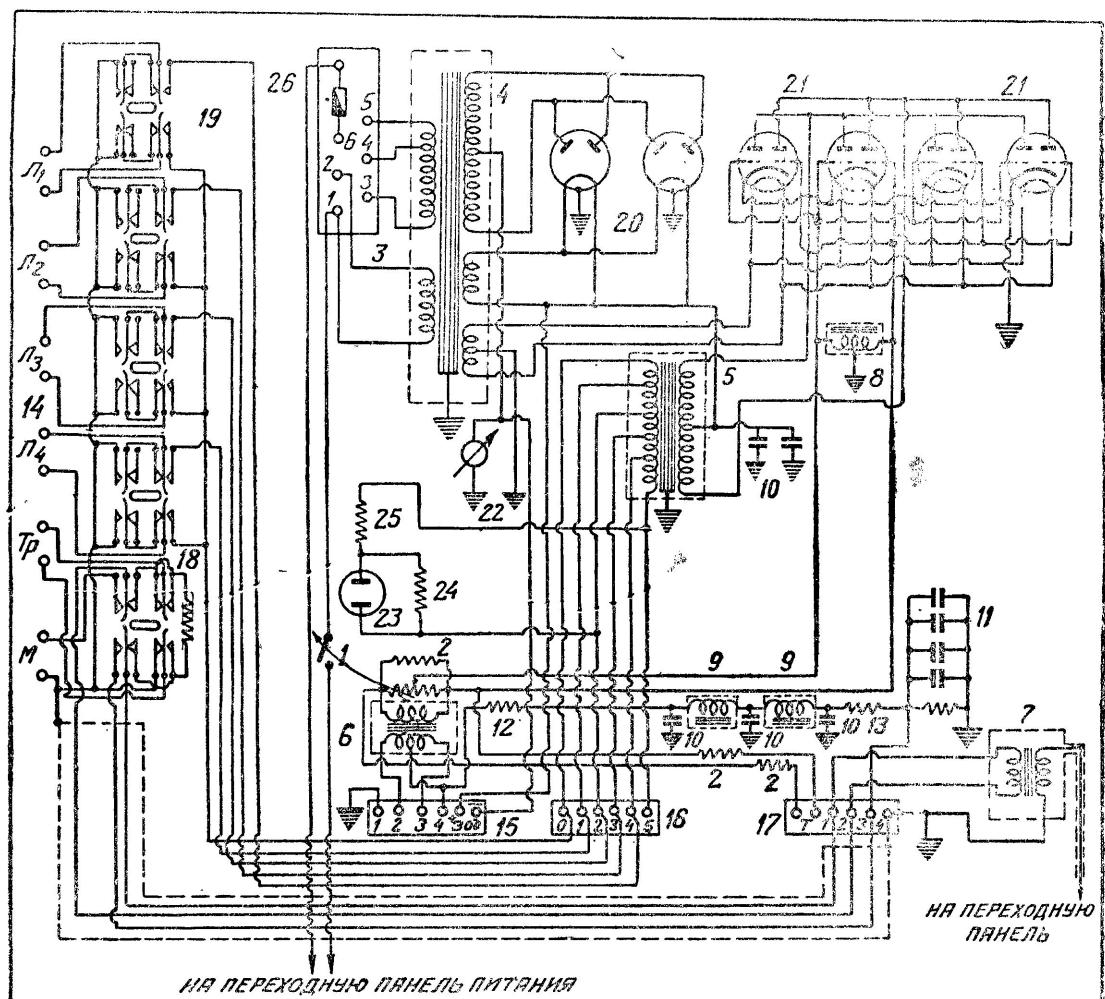

Рис. 4. Принципиальная схема усилителя
Как видно из принципиальной схемы усилителя (рис. 4), оконечный каскад работает на четырех сдвоенных трехэлектродных лампах 6-А-6 (21), соединенных в параллель. Каждая лампа имеет две сетки и два анода, включенных по схеме пушпулл. Выходной каскад сохраняет тем самым симметрию схемы